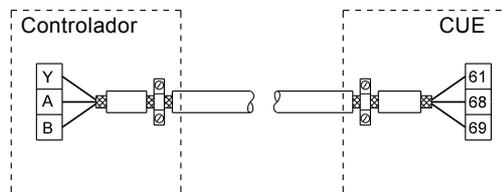
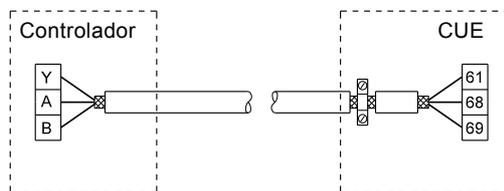

Fig. 39 Ejemplo de conexión de un cable de bus de 3 conductores con pantalla conectada en ambos extremos
Fig. 40 Ejemplo de conexión de un cable de bus de 3 conductores con pantalla conectada en el CUE (controlador sin abrazaderas para cables)
- Conecte la pantalla a masa en ambos extremos tanto para cables de señal como para cables de motor. Véase la fig. 39. Si el controlador no tiene abrazaderas para cables, conecte sólo la pantalla al CUE. Véase la fig. 40.